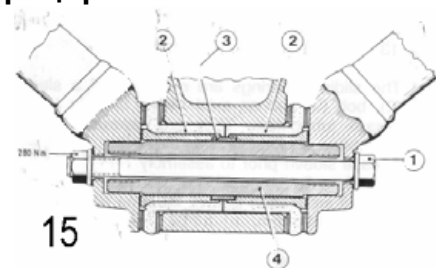

Рис.15
2.1. В 1985 году: Подшипник не менялся, но были модифицированы болты, рис.15.